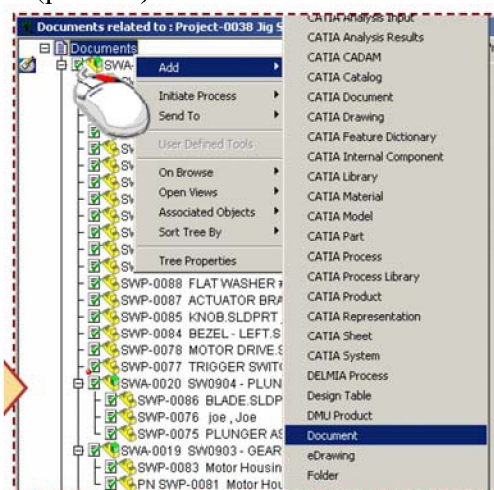

Рис.20. Добавление Документа «Jigsaw Defect Report»
- Выберите Add > Document (рис. 20).